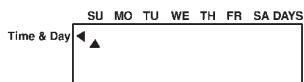

fig. 11
- 3) Pulsar para confirmar. Sobre la parte alta de la pantalla aparecerá un triángulo que indica el día (fig. 11).